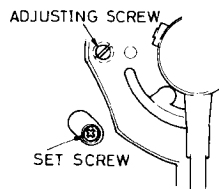

Fig. 5
- a. Déposer le plateau. Desserrer la vis de fixation du bloc détecteur de 1/2 à 3/4 de tour (Fig. 5).
- Remove the platter. Back off the sensor assembly securing screw 1/2-3/4 turns. (Fig. 5)